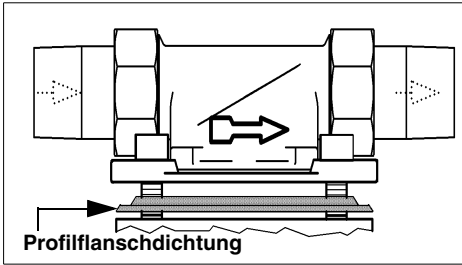

Abb. 4: Einbaudrehflansch
**Der Einbaudrehflansch muss in Fließrichtung installiert werden. Diese ist durch einen eingegossenen Pfeil gekennzeichnet (siehe Abb. 4).**
Das Profil der Profilflanschdichtung muss zum Einbaudrehflansch zeigen (siehe Abb. 4). Wird dies nicht beachtet, so kann es zu Undichtheiten und zum Austreten von Wasser kommen. Dabei können Wasserschäden an Haus und Einrichtung entstehen.